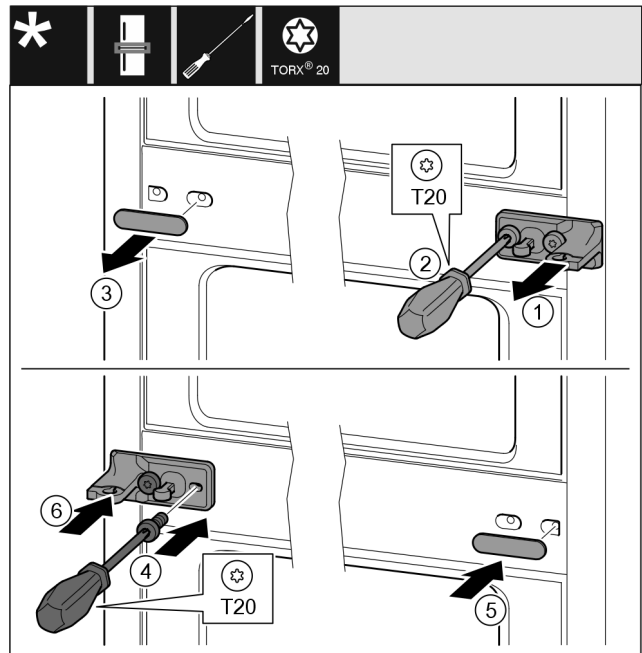

Fig. 21
- ▶ Зніміть перстину. Fig. 21 (1)
- ▶ Викрутіть гвинти за допомогою викрутки T20. Fig. 21 (2)
- ▶ Обережно зніміть кришку. Fig. 21 (3)
- ▶ Опорний кронштейн із плівкою, повернутий на 180°, закріпіть гвинтами з іншого боку. Fig. 21 (4)
- ▶ Кришку, яка повернута на 180°, розмістіть з іншого боку. Fig. 21 (5)
- ▶ Встановіть перстину спереду. Fig. 21 (6)